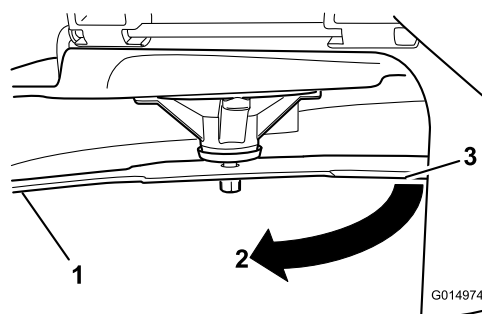

Рисунок 74
3. Измеренное расстояние между ножом и поверхностью (A)
4. Поверните тот же нож на 180 градусов, чтобы теперь его противоположная режущая кромка была в том же положении (Рисунок 74).